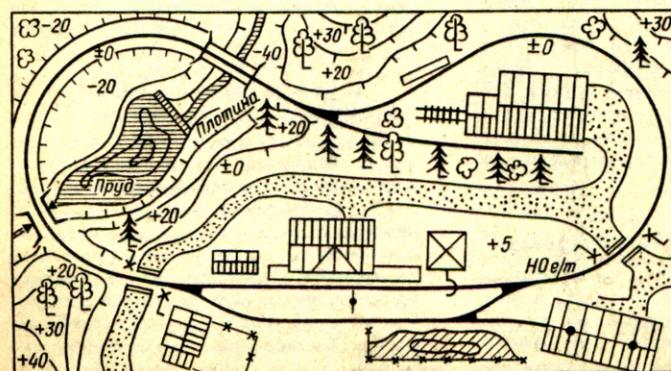

Рис. 3. Схема макета дороги общего пользования
**Узкоколейная железная дорога общего пользования.** Типоразмер для макета — Н0е или Н0м. Макет лучше всего выполнять в нескольких уровнях. Это придаст большую естественность ландшафту (рис. 3). Хорошо впишется в эту тему небольшой ручей, пересекающий сначала полотно железнодорожной дороги в трубе, а затем разливающийся в пруд, который перегорожен вешневой плотиной (переливом).